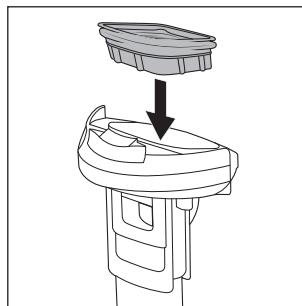

Abb. 28
- ♦ Wenn die Teile getrocknet sind, setzen Sie den Schmutzfilter **10** wieder in den Deckel des Schmutzwasserbehälters **9** (siehe Abb. 28).